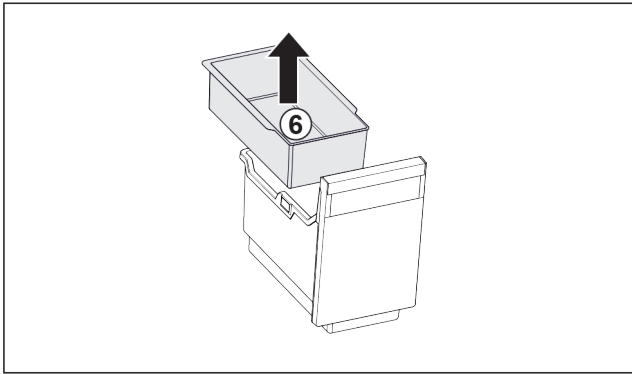

Fig. 124
- ▶ Ta ut brettet Fig. 124 (6).